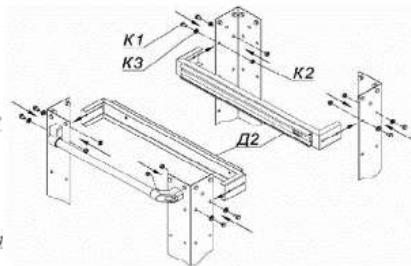

Рис. 4 Схема сборки ящика для МЛОС-010011
- установить кронштейн ящика (Д2) к стойкам (Рис. 4) с помощью метиза (К1, К2, К3);
- установить ящик в изделие по направляющим (Рис. 4). Для извлечения ящика необходимо полностью выдвинуть ящик из тележки и отжать рычаги защёлки с двух сторон ящика (рис. 6).